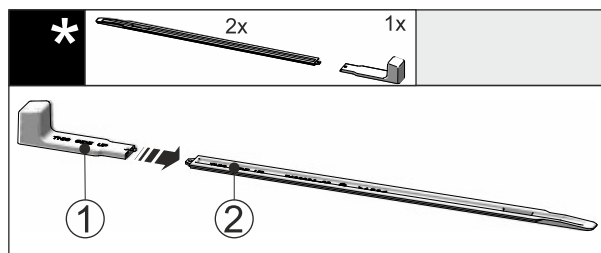

Fig. 50
- ▶ Nasuňte montážnu rukoväť Fig. 50 (1) na nivelačnú koľajničku Fig. 50 (2).